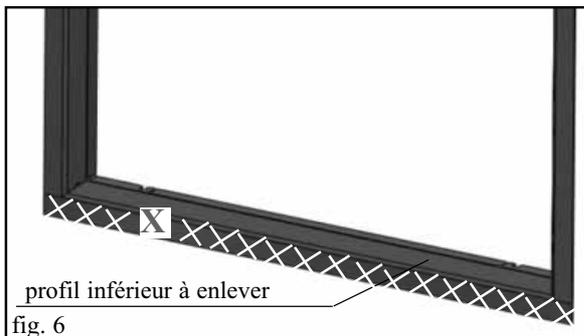

fig. 6
Pellinsert est doté d'un encadrement pour le contour de l'ouverture. En cas d'installation pour remplacer Firebox® Edilkamin série 54, le profil (X) qui débordé de la traverse inférieure (fig. 6) doit être enlevé. Ce profil est prédisposé pour être enlevé, il suffit de faire levier avec un tournevis, après avoir enlevé les vis situées dans les 2 angles.